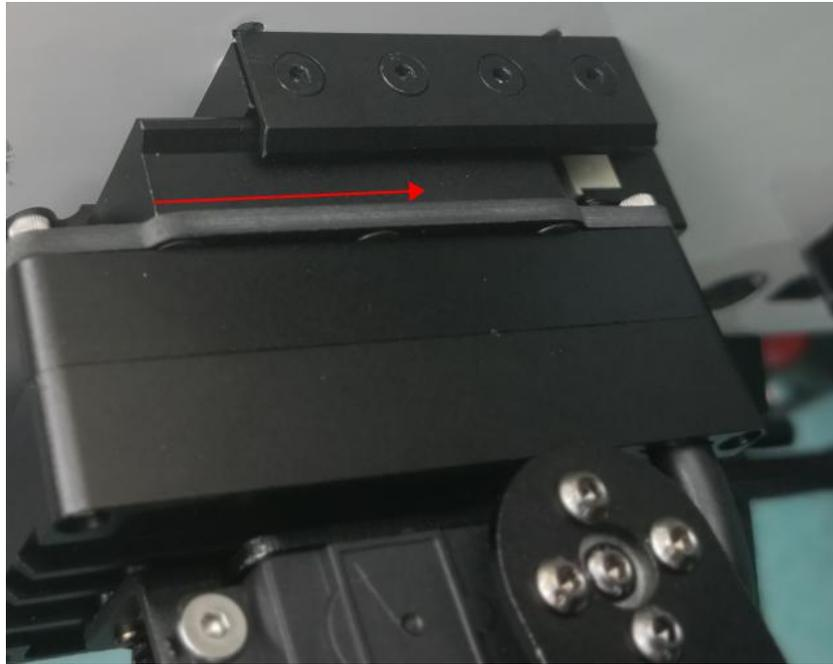

图 1 安装状态图
(1) 如图 1 所示, 先将快拆的固定端顶入飞机快拆底座上, 然后按箭头方向向上推听到咔哒一声即已固定。安装好后效果图如图 2 所示。
(2) 安装好后给无人机通电, 即可用遥控器控制。